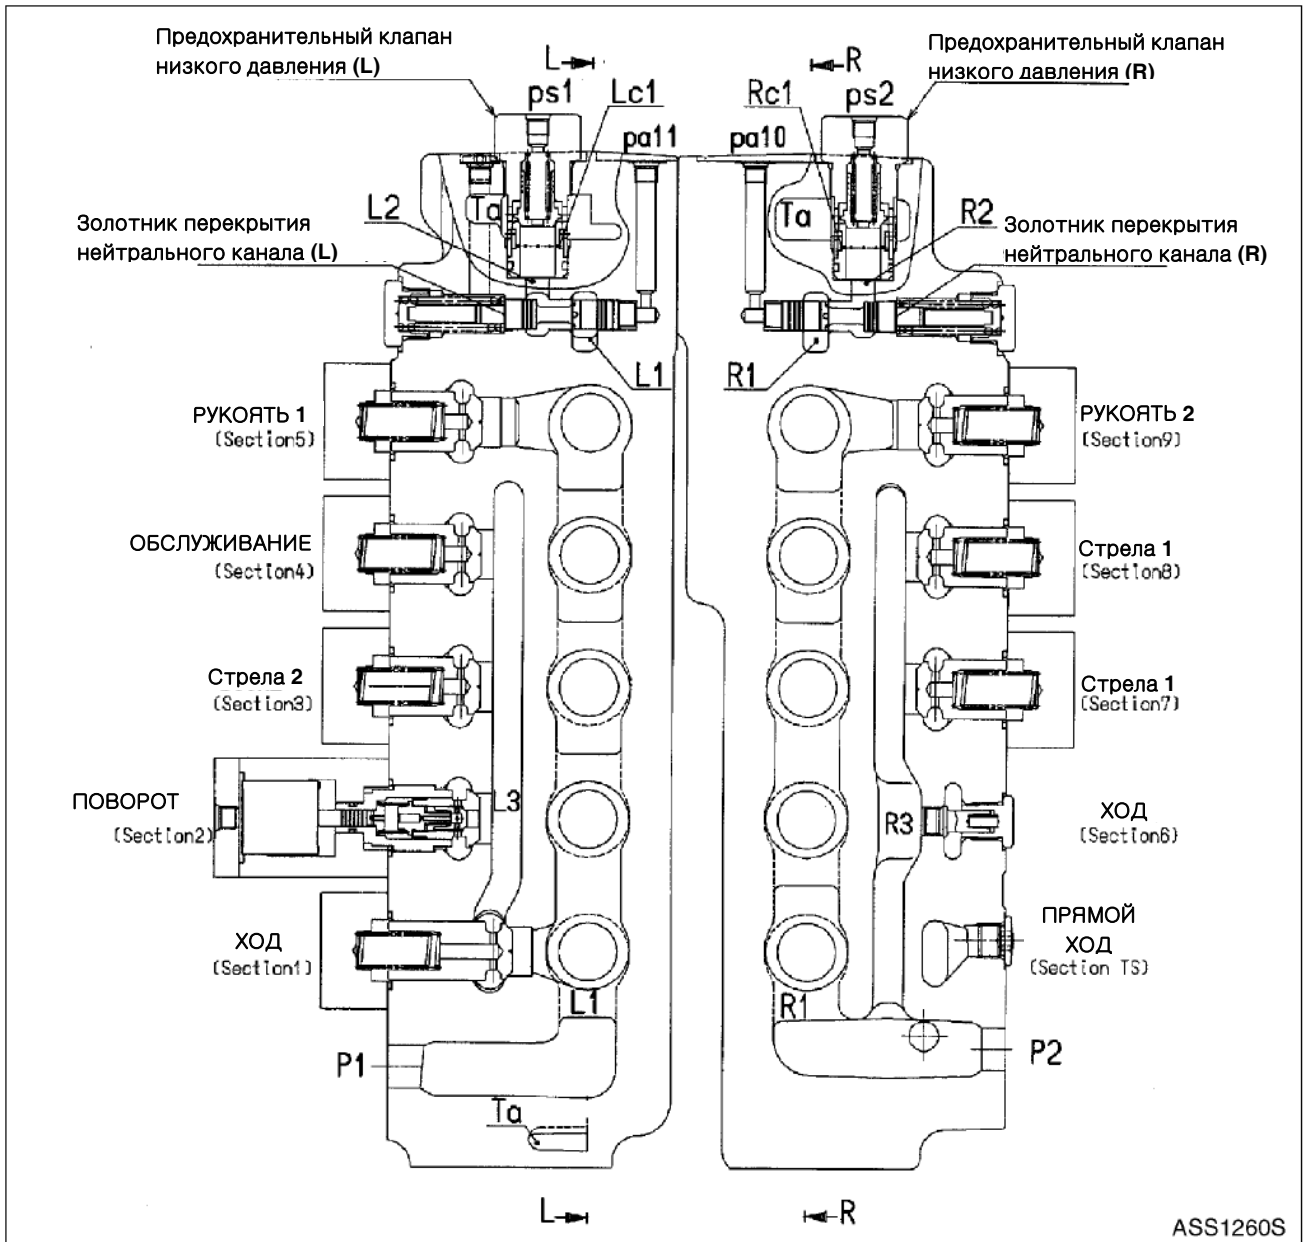

Рис. 1
### Нейтральный канал (рис. 1 и 2)
1. При переключении запасного золотника увеличением давления в запасном управляющем порту (**Pb4 (Pa4)**, секция 4) нейтральный канал (**L1**) закрыт. Масло, подаваемое в порт (**P1**), течет через параллельный канал (**L3**), запорный клапан груза (**S4-1**), канал (**S4-2**) и золотник в порт (**B4 (A4)**). При переключении золотника перекрытия нейтрального канала (**R**) увеличением давления также в порту (**pa10**, рис. 1) масло, подаваемое из порта (**P2**), течет через канал (**11**) и тарелку (**S4-3**) в канал (**S4-2**). Возврат масла в бак (**Ta**) происходит через порт (**A4 (B4)**) и золотник.
1. При переключении золотника ковша увеличением давления в управляющем порту (**Pb8 (Pa8)**) ковша (секция 8) нейтральный канал (**R1**) закрыт. Масло, подаваемое в порт (**P2**), течет через параллельный канал (**R3**), запорный клапан груза (**S8-1**), канал (**S8-2**), золотник и в порт (**B8 (A8)**). При переключении золотника перекрытия нейтрального канала (**L**) увеличением давления также в порту (**Pa10**, рис. 1) масло, подаваемое из порта (**P1**), течет через канал (**7**) и тарелку (**S8-3**) в канал (**S8-2**). Возврат масла в бак (**Ta**) происходит через порт (**A8 (B8)**) и золотник.